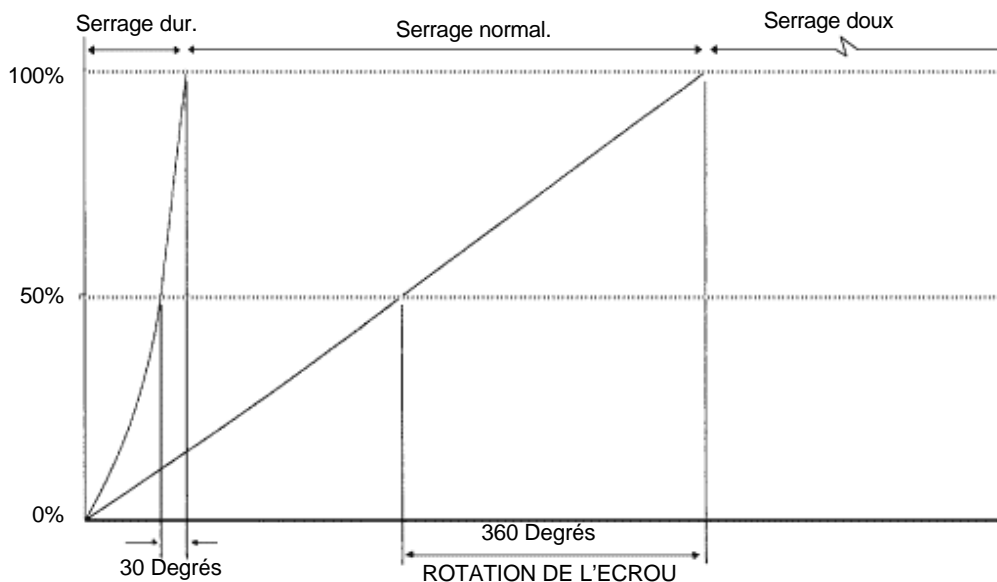

FIG 6
Le système international (SI) définit trois types de base pour les serrages (voir Figure 6).